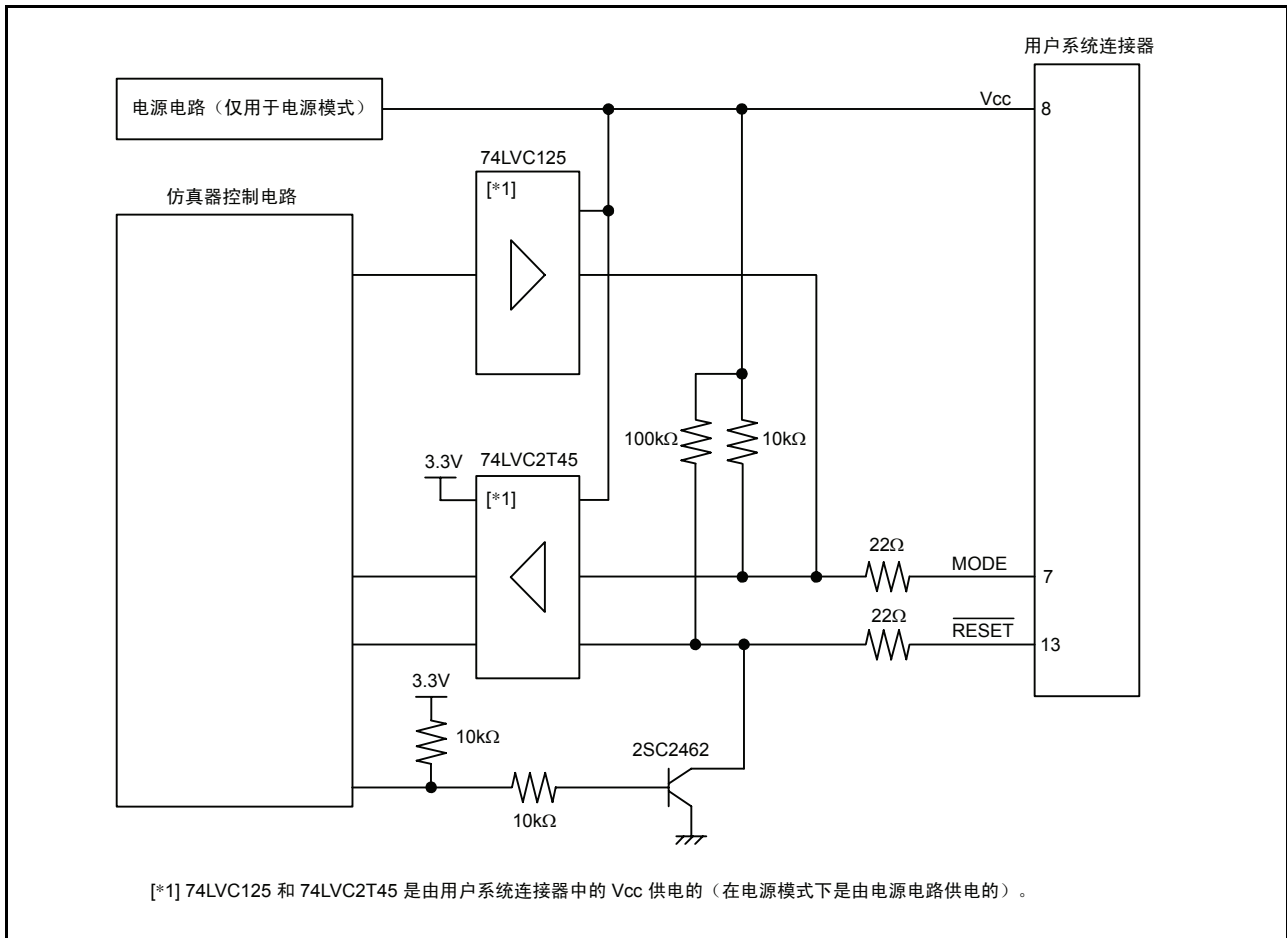

图 5.4 E8a 仿真器内部的接口电路 (仅供参考)
7. 图 5.4 显示了 E8a 仿真器中的接口电路。请参考此图来确定上拉电阻值。